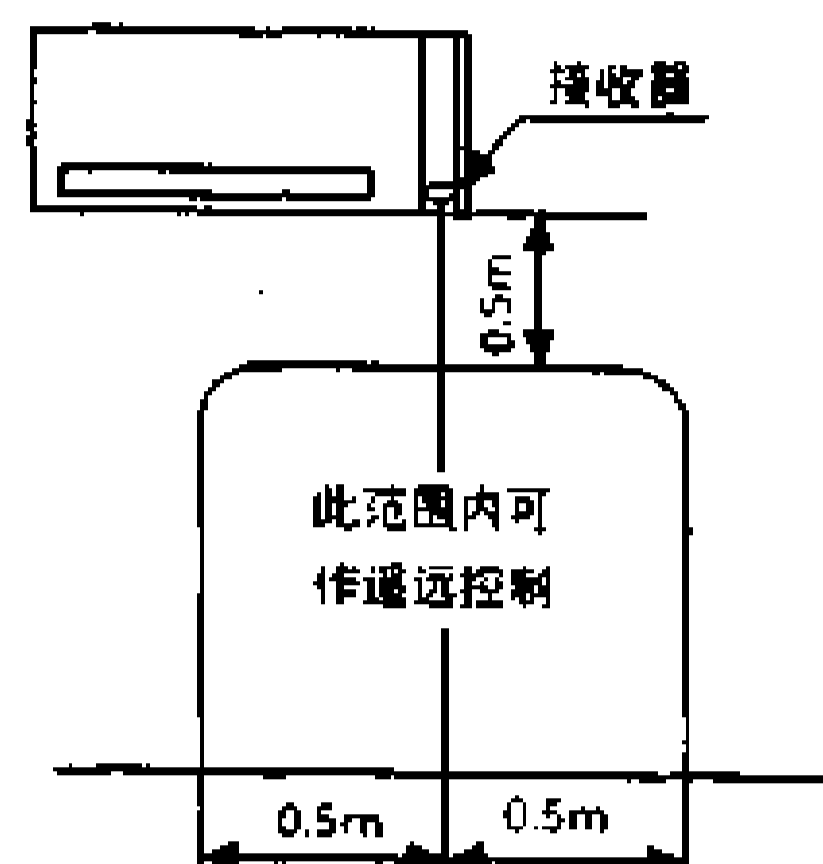

图 3-2-6
- (2) 操纵安装在墙上的遥控器时，如图 3-2-6 所示。